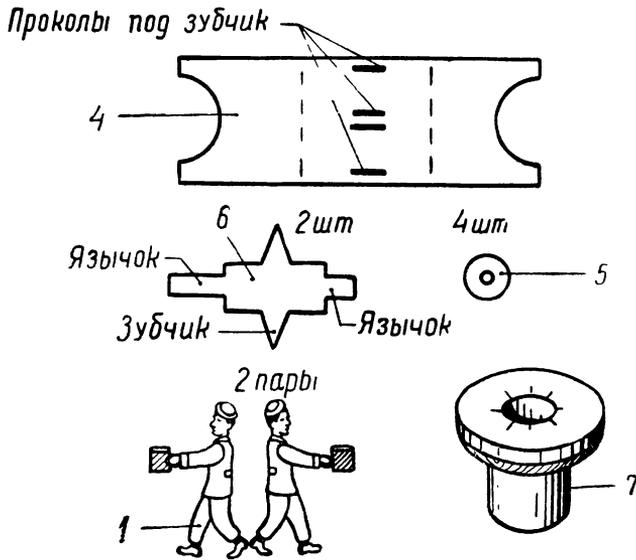

Рис. 147. Детали для аттракциона:
Как изготовить другие детали аттракциона, показано на рис. 147. Лафет пушки (4) и колеса сделайте из картона; фигурки униформистов (1) — из плотной бумаги; две контактные пластинки (6) — из жести.